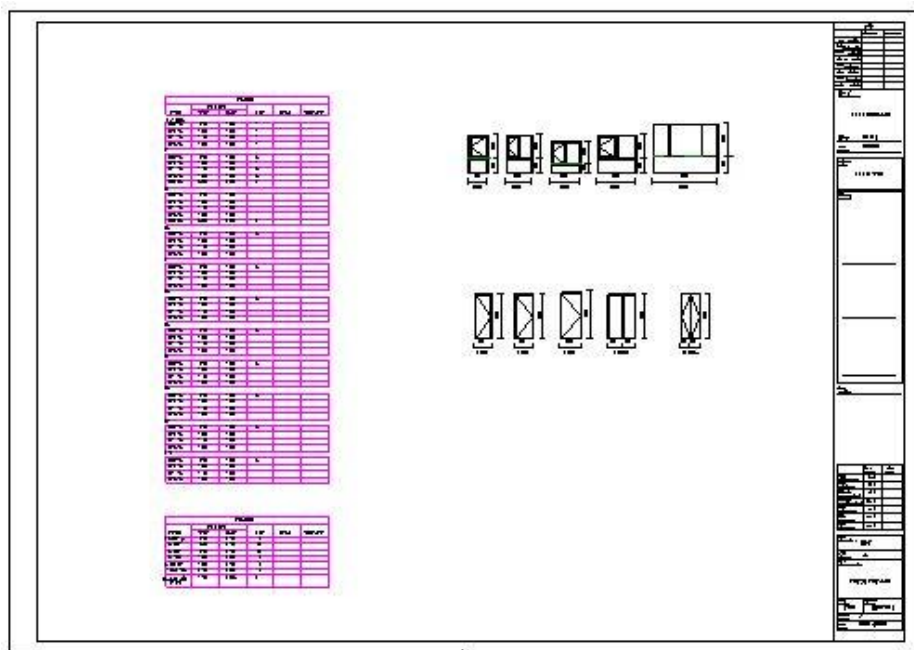

图 8-15
- 5) 放大图纸标题栏，选择标题栏，单击图纸名称“未命名”，输入新的名称“门窗表 门窗大样”按“Enter”键确认(如图 8-15 所示)。